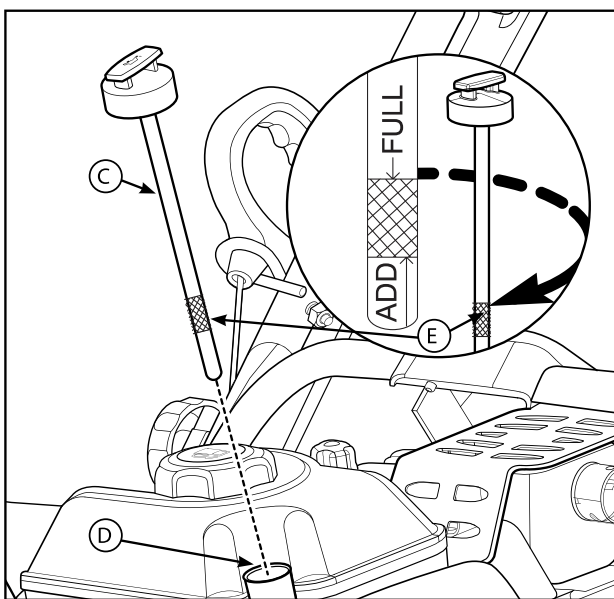

Рис. 14
4. Выньте масляной щуп (C, рис. 14) и вытрите его чистой тряпкой.
5. Медленно влейте масло в маслосливную горловину двигателя (D). НЕ ДОПУСКАЙТЕ превышения указанной отметки. Подождите минуту и проверьте уровень масла.
7. Выньте щуп и проверьте уровень масла. Уровень масла должен быть на отметке МАКСИМУМ (E) щупа.